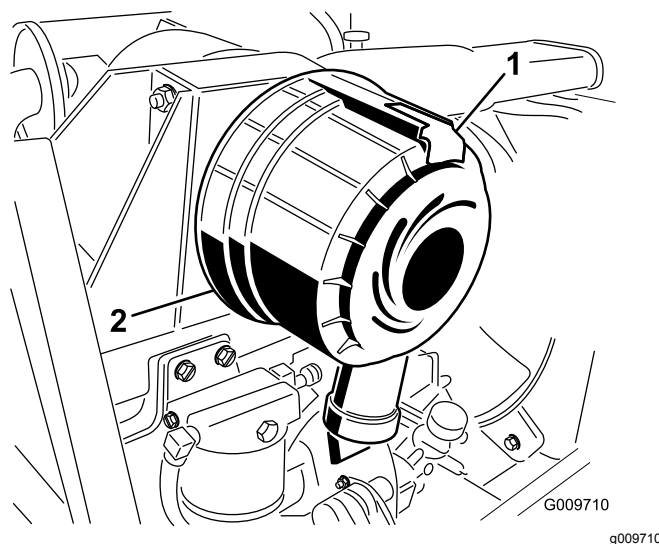

Figura 33
1. Tirate il fermo verso l'esterno e ruotate il coperchio del filtro in senso antiorario (Figura 33).